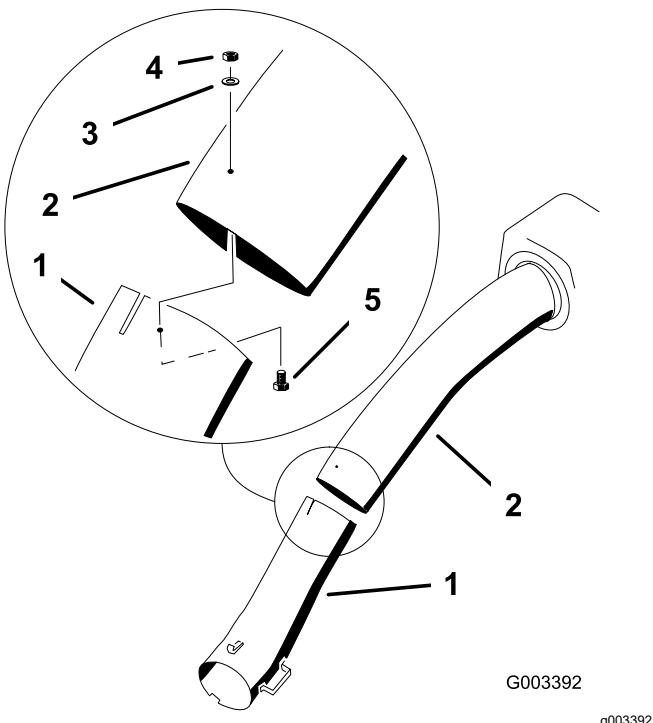

Figura 30
14. Una los tubos superior e inferior con 3 pernos (Nº 10 x $\frac{3}{4}$ "'), 3 arandelas planas (7/32"), y 3 contratuerca (Nº 10), según se muestra en la figura Figura 30.